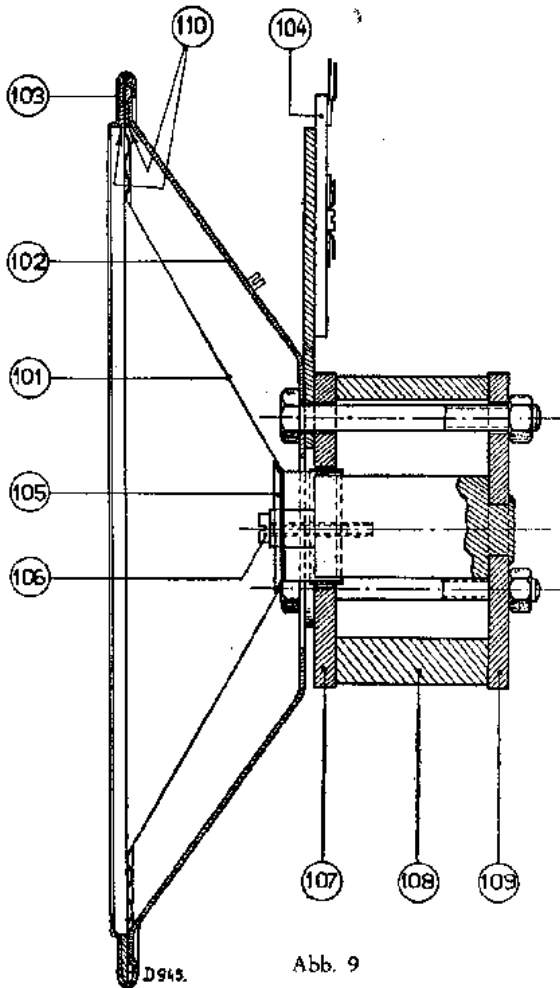

Abb. 9
2. Die Vorder- und Hinterplatte (107 und 109 in Abb. 9) dürfen unter keiner Bedingung vom Magneten gezogen werden, weil dieser sonst empfindlich geschwächt würde.
Die Zentrierung erfolgt mit vier 0,2 mm dicken Fühlern (Code-Nr. 09.990.840), die durch die Löcher der Zentrierplatte (105 in Abb. 9) in den Luftspalt zwischen Spule und Platte gesteckt werden.